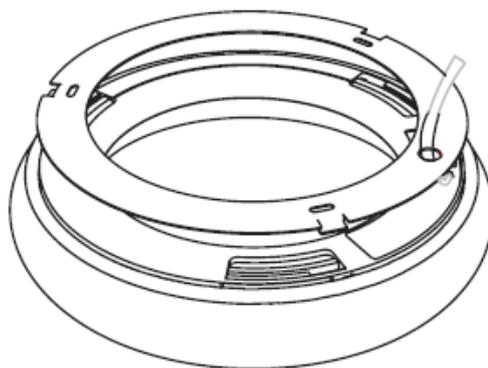

Рис.4
2.2. Круговым движением по часовой стрелке установите монтажное крепление на корпус светильника (Рис. 4)